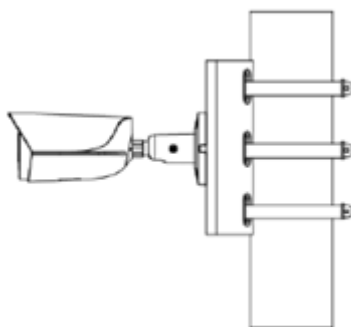

Рисунок 1.7 – Монтаж видеокамеры на столбовом кронштейне BR-103
1. Закрепите видеокамеру на столбовом кронштейне. С помощью хомутов из комплекта поставки столбового кронштейна закрепите столбовой кронштейн с видеокамерой на столбе, а затем плотно затяните хомуты (Рисунок 1.7).